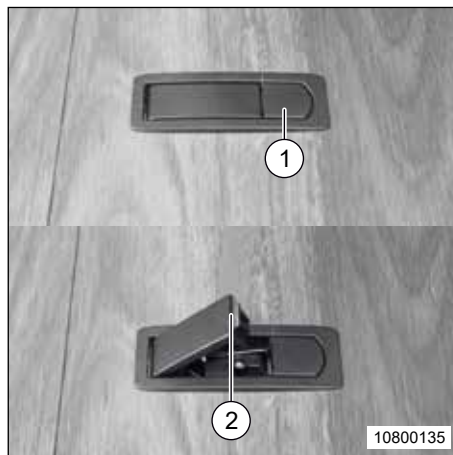

Fig. 77 Fermeture à levier
- Enfoncer le bouton de déverrouillage (Fig. 77, pos 1).
Le levier à poignée (Fig. 77, pos. 2) s'ouvre.
- Ouvrir la porte à l'aide du levier de la poignée (Fig. 77, pos. 2).
- Enfoncer le levier à poignée (Fig. 77, pos. 2) jusqu'à ce qu'il encliquette.